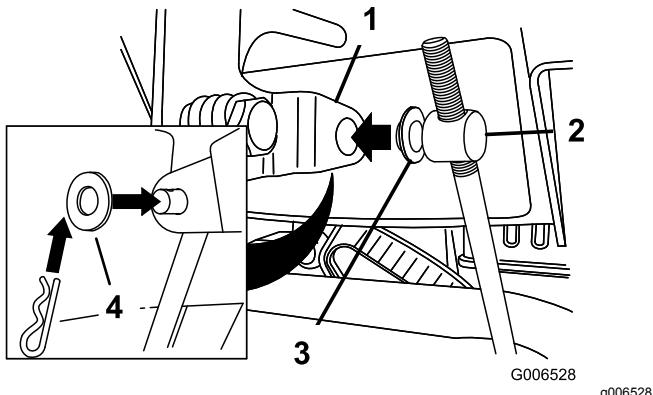

Figura 12
3. Rimuovete la coppiglia e la rondella esterna dal barilotto sull'estremità superiore dell'asta di comando della velocità (Figura 12).
- Nota:** Per agevolare l'installazione lasciate la rondella piana sul barilotto (Figura 12).
6. Sollevate l'asta di comando della velocità e inserite il barilotto nel foro della leva del selettore della velocità (Figura 12).
- B. Scollegate il barilotto dalla leva del selettore di velocità (Figura 12).
- C. Girate il barilotto verso il basso (in senso orario) sull'asta di comando della velocità (Figura 12).
- D. Collegate il barilotto alla leva del selettore di velocità (Figura 12).
- B. Scollegate il barilotto dalla leva del selettori di velocità (Figura 12).
- C. Girate il barilotto verso l'alto (in senso antiorario) sull'asta di comando della velocità (Figura 12).
- D. Collegate il barilotto alla leva del selettori di velocità (Figura 12).